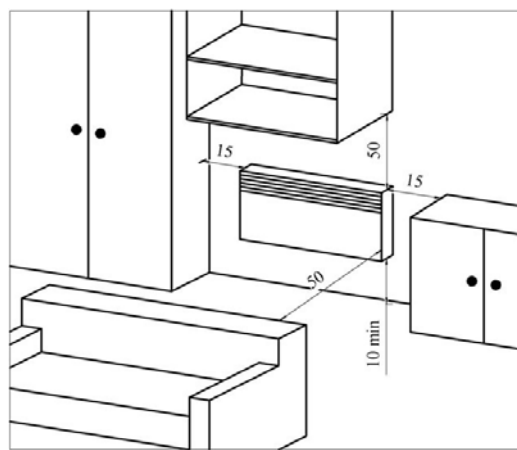

Рис. 2
5.8 Размещение конвектора на опорах в помещении аналогично (см. рис. 2), при этом расстояние от задней стенки конвектора до предметов (мебель, шторы и т.п.) должно быть не менее 15 см.